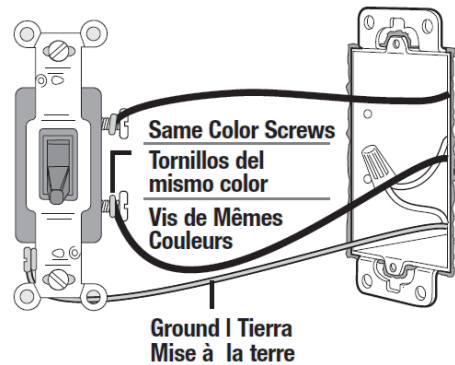
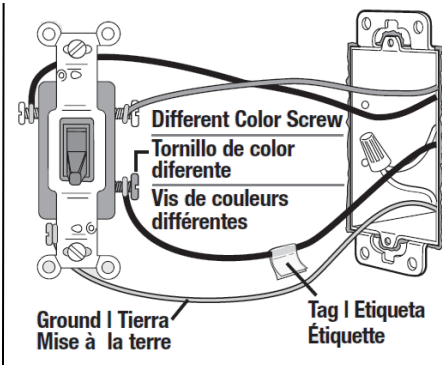

FIG. 1
FIG. 2
- Identify switch type. Single pole will have insulated wires connected to two screws of the same color plus a green ground screw (FIG 1); 3-way switch will have insulated wires connected to three screws plus a green ground screw. One of these wires is connected to a screw of a different color (not green) or labeled **COMMON**. Tag this wire to identify when removing (FIG 2).
- Identifier le type d'interrupteur. Dans le cas d'un appareil unipolaire, les fils isolés sont connectés à deux vis de la même couleur et à une vis de mise à la terre verte (FIG. 1); pour un interrupteur à 3 voies, les fils isolés sont connectés à trois vis et à une vis de mise à la terre verte. Un de ces fils se raccorde à une vis d'une couleur différente (pas verte) identifiée **COMMUN**. Lors du retrait de ce fil, l'étiqueter pour bien l'identifier (FIG. 2).
- Identificar el tipo de interruptor. Un polo tendrá cables aislados conectados a dos tornillos del mismo color, más un tornillo de tierra verde (FIG 1); El interruptor de 3 vías tendrá cables aislados conectados a tres tornillos más un tornillo de tierra verde. Uno de estos cables está conectado a un tornillo de un color diferente (no verde) o etiquetado como **COMÚN**. Etiquetar este cable para identificarlo al retirarlo (FIG 2).